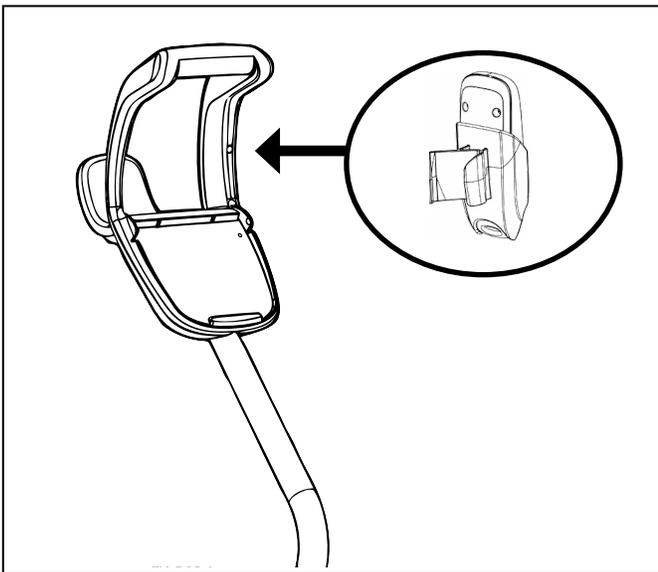

Figura 8. Coloque la base del control remoto en su lugar
- (9500 Sport/P95) Ubique la clavija de la base del control remoto en la manija del carrito para luego colocar el control remoto en el carrito (Figura 8).